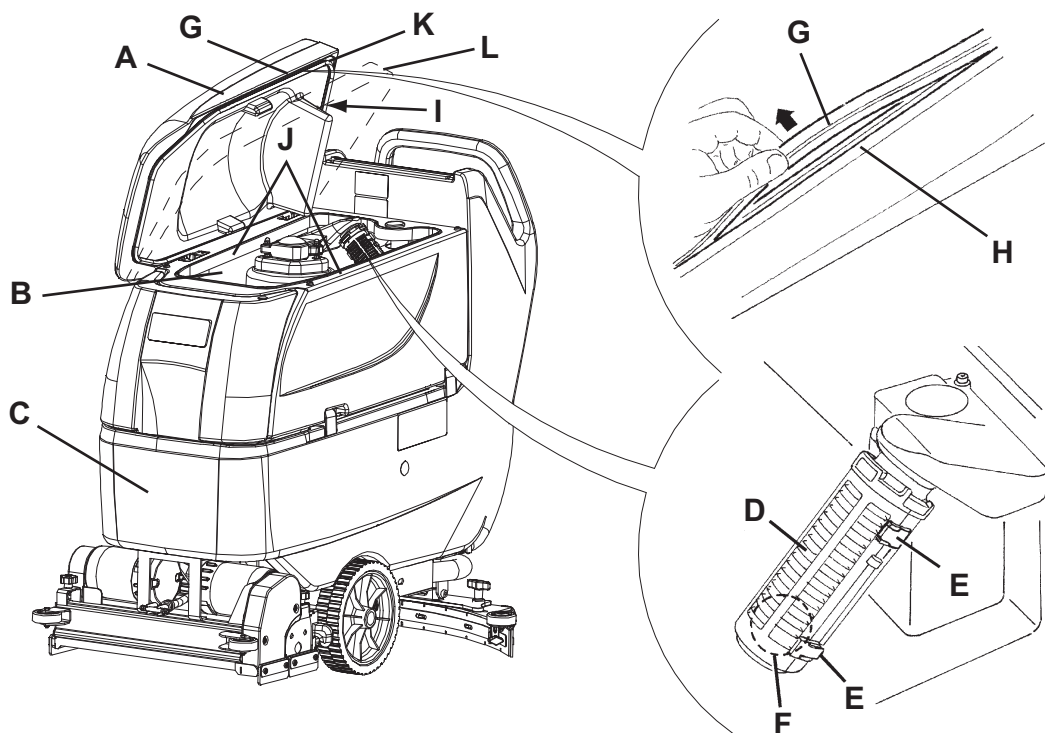

Рис. 8
3. Откройте крышку (A, Рис. 8) в положение для мытья (L).
4. Помойте чистой водой крышку (A), бачки (B и C) и вакуумную решетку с автоматически запирающим поплавком (D). Спустите воду из бачков с помощью шлангов (16 и 17).
5. В случае необходимости освободите фиксаторы (E) и откройте решетку (D), приведите в порядок поплавки (F), очистите все компоненты и затем установите их назад.
6. Проверьте, цела ли прокладка крышки (G).